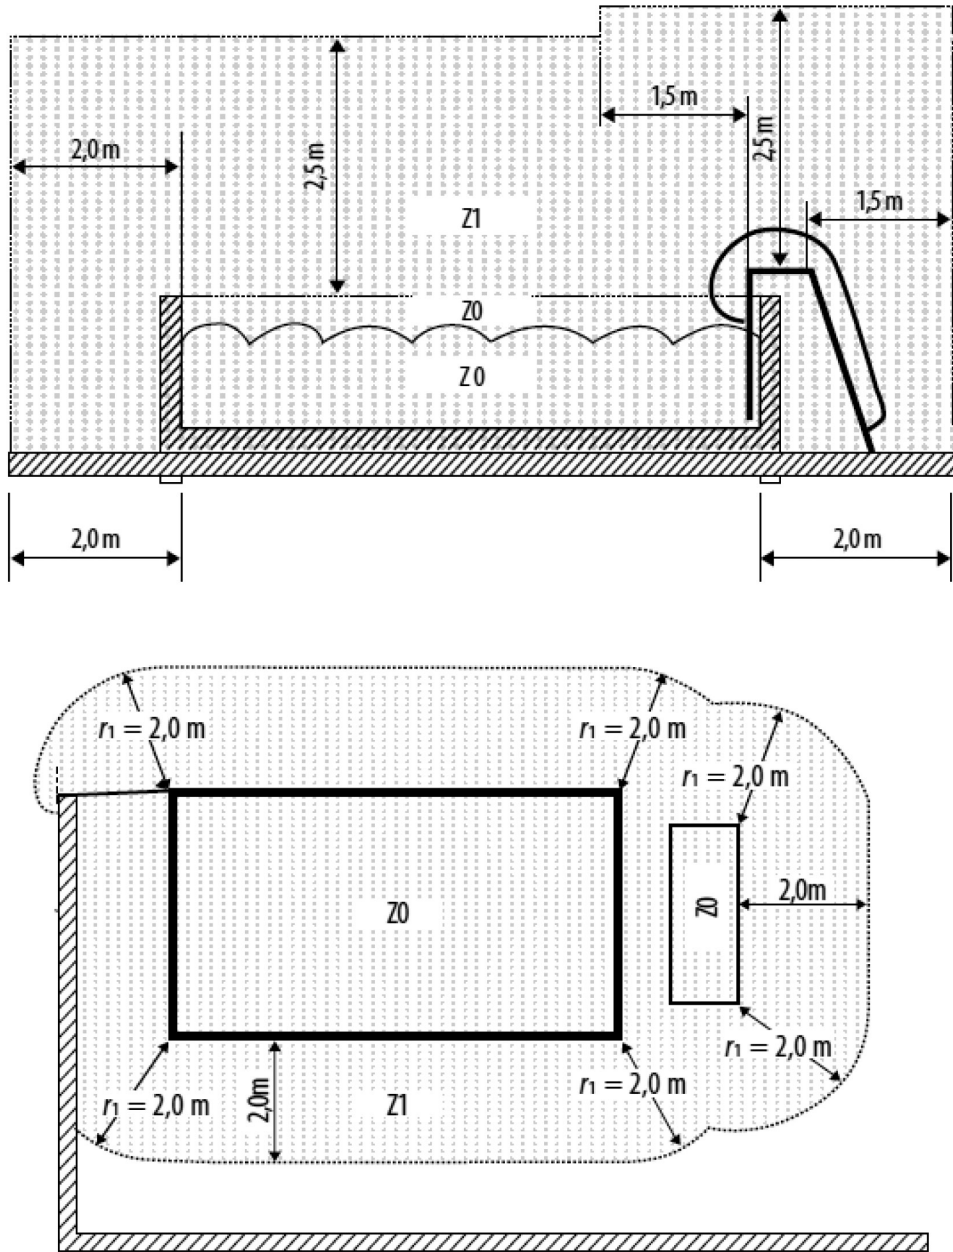

Figure 2
- Dans une zone 0 (Z0) ni dans une zone 1 (Z1) (Figure 2).